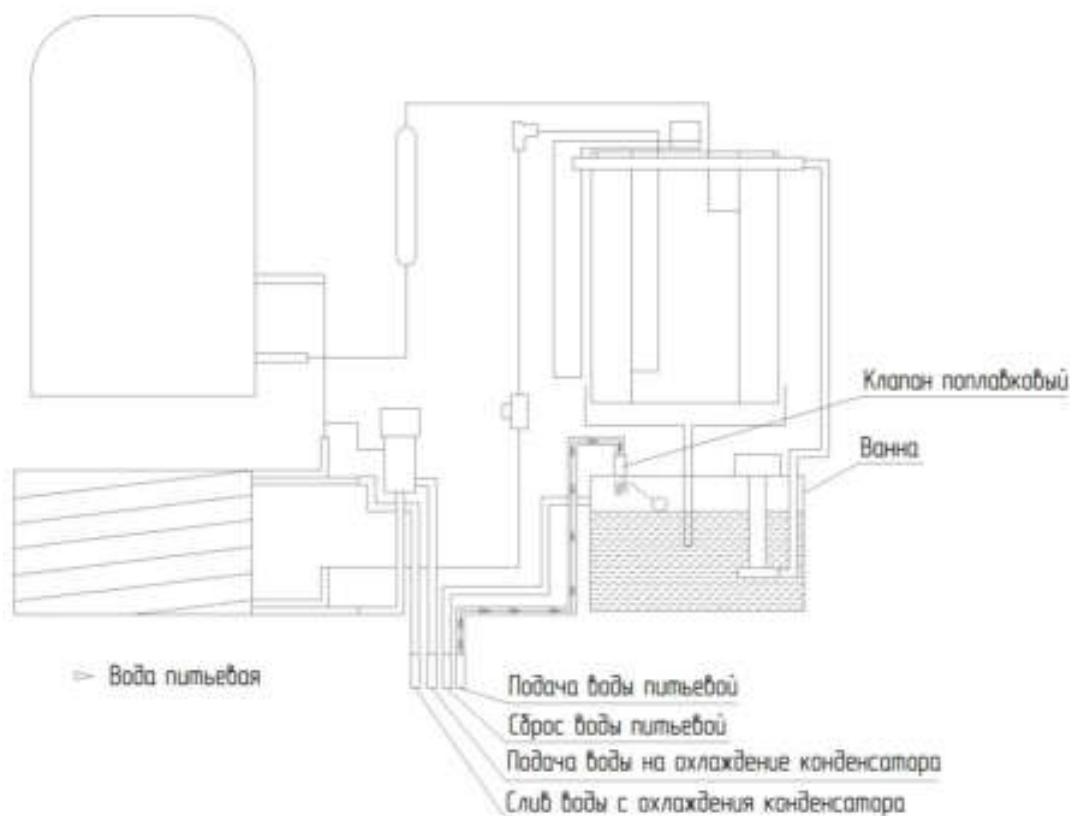

Рис.2 Режим заполнения ванны водой
1. Режим *ЗАПОЛНЕНИЯ ВАННЫ ВОДОЙ* (рисунок 2)